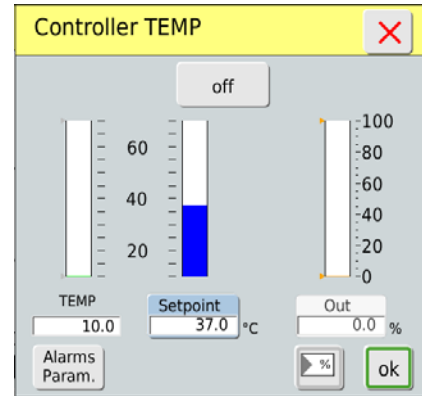

Abb. 27: Menü „Controller TEMP“
- Verlassen des Menüs „Alarm TEMP“ durch Drücken des „Roten Kreuzes“. Sie gelangen zurück zum Menü „Controller Temp“ (Abb. 27).